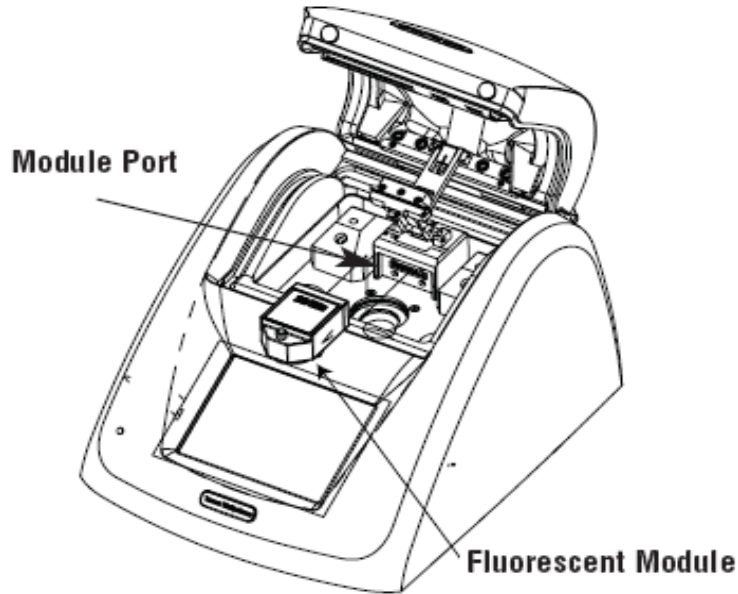

图14. 将荧光模块与仪器内部的模块端口连接。
2. 将荧光模块的金属针与发光检测仪内部的模块端口连接 (图14)。